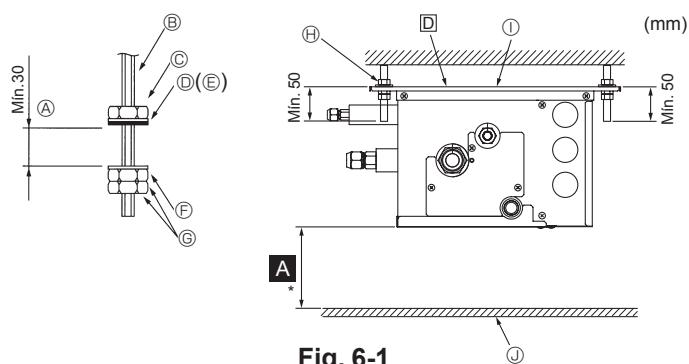

Fig. 6-1
(2) Coloque as anilhas e as porcas (①, ②, adquira localmente) nos parafusos de suspensão. (Fig. 6-1)
(3) Pendure a unidade nos parafusos de suspensão.